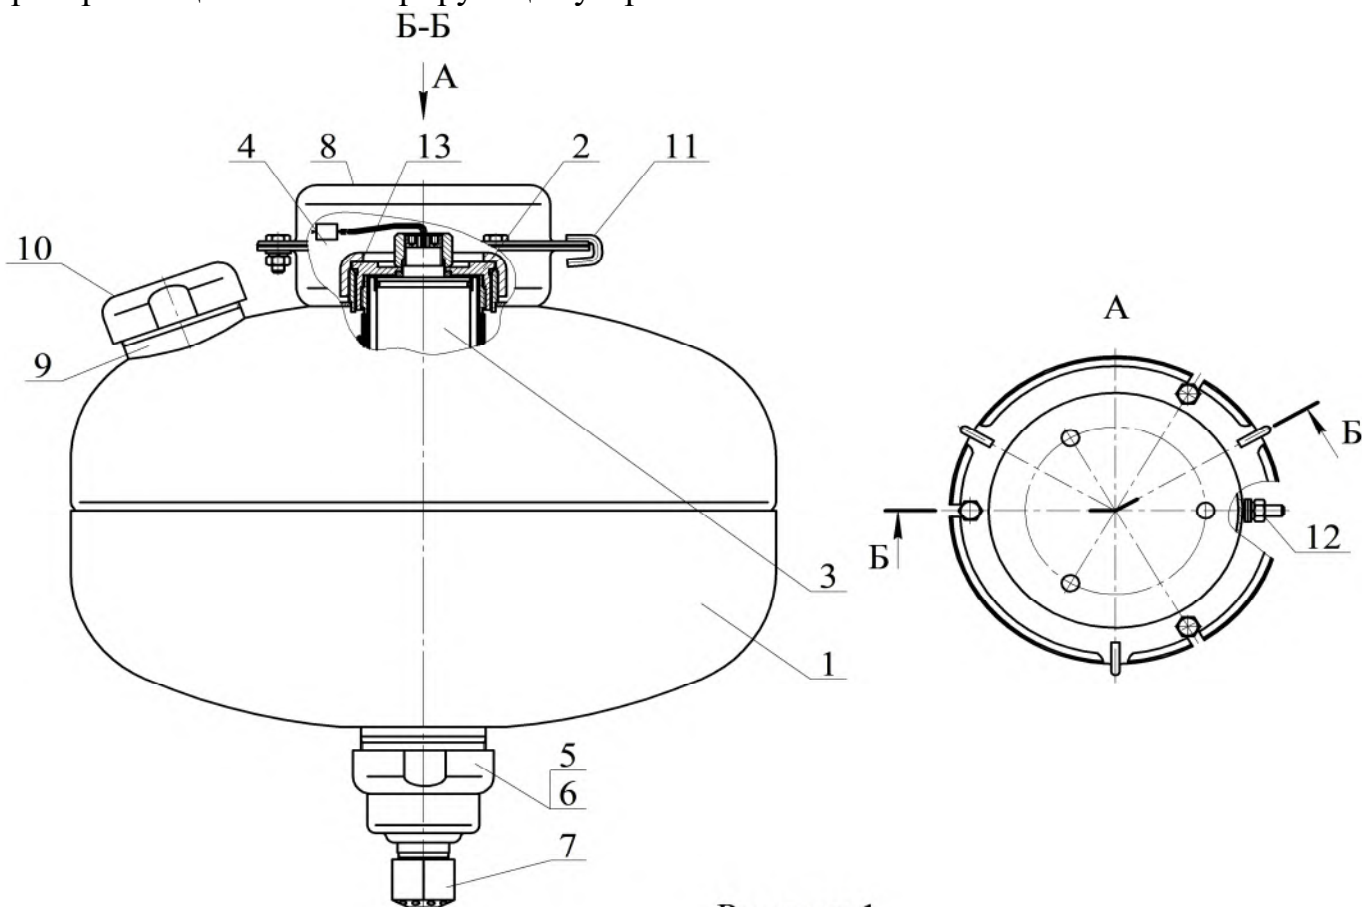

Рисунок 1
4.1.1 МУПТВ (см. рисунок 1) состоит из корпуса 1, заправленного ОТВ, в котором размещено газогенерирующее устройство 2.
После подачи электрического импульса на выводы элемента электропускового 4 (см. рисунок 1) ИХГ 3 генерирует газ, который создает давление внутри корпуса МУПТВ для вскрытия мембраны 5 и выпуска через насадок-распылитель 7 в зону горения тонкораспыленной струи ОТВ.
6.3 Закрепить кронштейн **8** (см. рисунок 1) на потолке. Координаты отверстий в кронштейне приведены на рисунке 6.
6.5.1 Подготовка ОТВ для МУПТВ-13,5-ГЗ-ВД($t^{\circ}\text{C} = +5_{\text{п}}$): залить в отверстие верхней горловины **9** (см. рисунок 1) воды по ГОСТ 6709-72, СанПиН 2.1.4.1074-01 (температура воды должна быть от плюс 15 °С до плюс 25°С) объемом $11,8^{+0,2}$ дм³. Открыть упаковки с жидкими добавками к воде и залить их в отверстие верхней горловины **9**.
6.5.3 Полученный раствор ОТВ залить в отверстие верхней горловины **9** (см. рисунок 1). Для окончательного приготовления ОТВ открыть упаковки с жидкими добавками к воде и залить их в отверстие верхней горловины **9**. Установить в отверстие горловины предохранительный клапан **10**. Сверху закрутить гайку до упора.
6.6 На выпускную горловину гайки **6** (см. рисунок 1) накрутить до упора насадок-распылитель **7**.
7.4 Комплект поставки для перезарядки МУПТВ (см. рисунок 1):